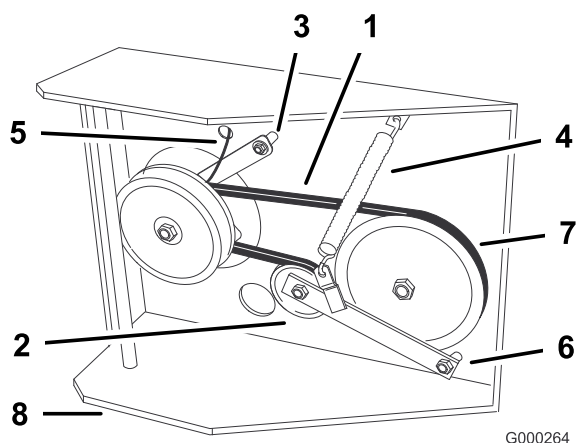

Figure 49
6. Détachez le dispositif de retenue de l'embrayage du plancher moteur (Figure 49).
7. Décrochez le ressort de tension sur le côté du bâti (Figure 49).
10. Serrez le boulon de pivot à 47–54 Nm (35–40 pi-lb). Placez le ressort de tension entre le bras de la poulie de tension et la patte du bâti (Figure 49).
11. Reposez le dispositif de retenue de l'embrayage sur le plancher moteur (Figure 49).